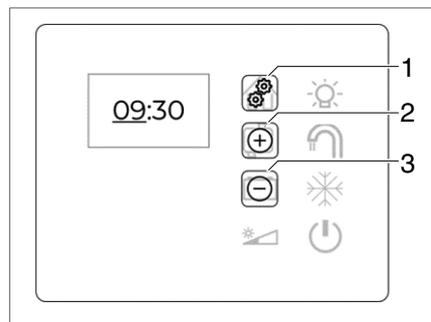

Bild 64 Uhrzeit einstellen
- Home-Taste (Bild 64,1) drücken und gedrückt halten.
- Mit den Kontrolltasten (Bild 64,2) und (Bild 64,3) die Stundenanzeige um eins erhöhen (+) bzw. reduzieren (-).
- Home-Taste (Bild 64,1) drücken.
- Mit den Kontrolltasten (Bild 64,2) und (Bild 64,3) die Minutenanzeige um eins erhöhen (+) bzw. reduzieren (-).